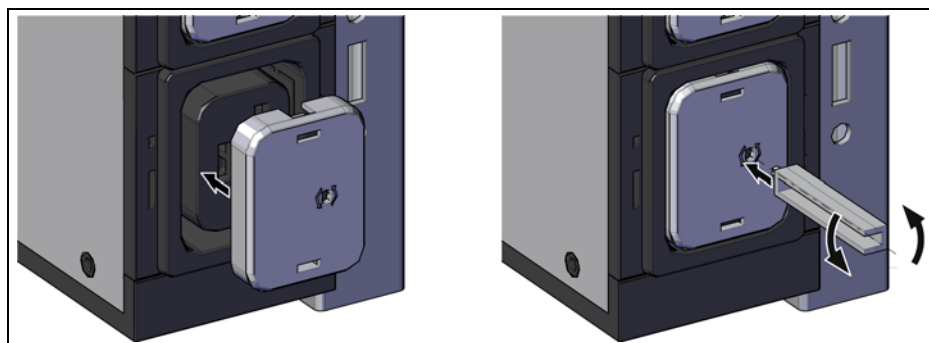

Рис. 9: Заглушки (на примере PDU international)
- В зависимости от исполнения PDU неиспользуемые розетки C13/C19 можно закрыть доступными в комплектующих крышками (рис. 9).